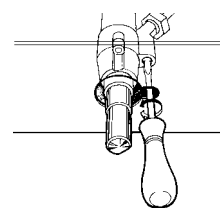

fig.14
- togliere la manopola ed agire sulla vite di regolazione posta sulla destra del rubinetto (fig.14) fino ad ottenere una piccola fiamma regolare, utilizzando un cacciavite (svitando la vite il minimo aumenta, avvitando diminuisce).